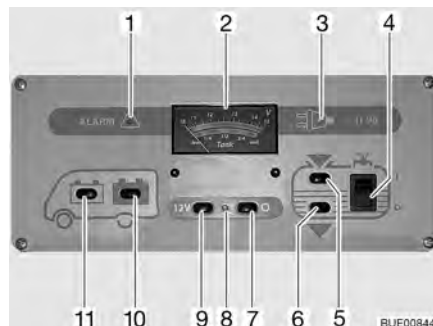

Fig. 109 Panneau de contrôle IT 96-2
L'interrupteur principal 12 V (Fig. 109,7 et 9) établit ou coupe le panneau de contrôle et l'alimentation 12 V de la cellule.
*Mise en marche :* ■ Appuyer sur le commutateur (Fig. 109,9) "12 V" : L'alimentation 12 V de la cellule est assurée. Le voyant de contrôle (Fig. 109,8) s'allume en vert.
*Mise hors service :* ■ Appuyer sur le commutateur (Fig. 109,7) "O" : L'alimentation 12 V de la cellule est coupée. Le voyant de contrôle (Fig. 109,8) s'éteint.
Observer sur l'indicateur de charge/de niveau de réservoir (Fig. 109,2), la graduation supérieure. L'indicateur s'éclaire automatiquement dès qu'un commutateur est actionné.
- Appuyer sur le commutateur (Fig. 109,11) "🚚" : La tension de la batterie de démarrage est affichée.
- Appuyer sur le commutateur (Fig. 109,10) "🚚" : La tension de la batterie de cellule est affichée.
Observer sur l'indicateur de charge/de niveau de réservoir (Fig. 109,2) la graduation inférieure. L'indicateur s'éclaire automatiquement dès qu'un commutateur est actionné.
- Appuyer sur le commutateur (Fig. 109,5) " " : Le niveau du réservoir d'eau est affiché.
- Appuyer sur le commutateur (Fig. 109,6) " " : Le niveau du réservoir d'eaux usées est affiché.
*Mise en marche :* ■ Commutateur à bascule (Fig. 109,4) vers le haut "I" : L'alimentation en eau est activée.
*Mise hors service :* ■ Commutateur à bascule (Fig. 109,4) vers le bas "O" : L'alimentation en eau est désactivée.
Le voyant d'alerte rouge "ALARM" (alarme) (Fig. 109,1) clignote dès que la charge de la batterie de cellule descend en dessous de 11 V (mesurée en marche) et qu'il y a risque de décharge profonde des batteries.
Le voyant de contrôle 12 V (Fig. 109,8) s'allume dès que l'interrupteur principal 12 V (Fig. 109,9) est enclenché.
Le voyant de contrôle jaune 230 V (Fig. 109,3) s'allume si l'arrivée du bloc électrique est sous tension de réseau.